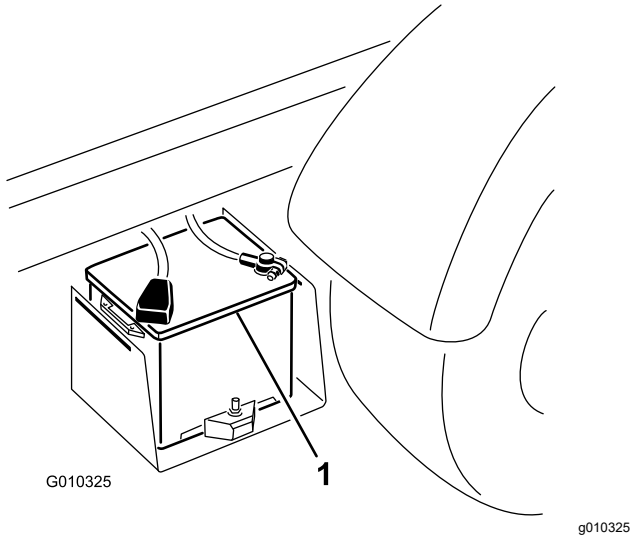

Figura 51
2. Collegate un cavetto portatile tra i poli positivi delle due batterie (Figura 51).